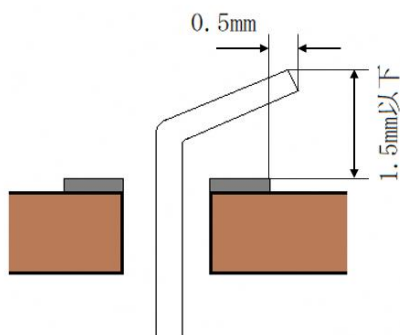

図11 リード線の折り曲げ
⑤炭素皮膜抵抗器・ジャンパー線（部品面のスズメッキ線）のリード線は、ランドにほぼ密着させて折り曲げ、図11に示すように切断すること。リード線の曲げ方向は規定しない。（第3版改訂）